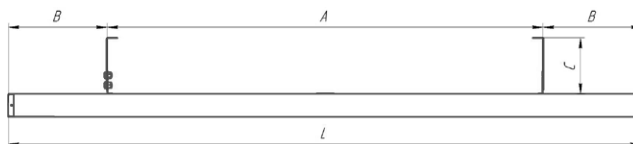

Рис.1
Габаритные размеры инфракрасного обогревателя в мм, согласно рис. 1 приведены в таблице 2.
4. В соответствии с рис. 1, 2 и таблицами 2, 3 определите место установки обогревателя на потолке или потолочных конструкциях с соблюдением минимальных расстояний от предметов и минимального расстояния от пола.